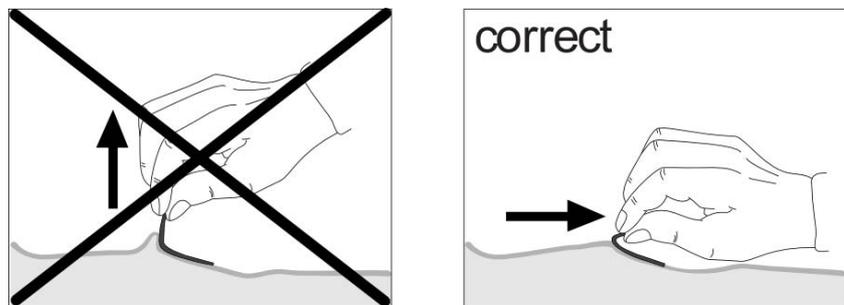

Fig. 4.4 Retrait des électrodes auto-adhésives
- Détachez avec précaution les électrodes de la peau du patient (voir Fig. 4.4).